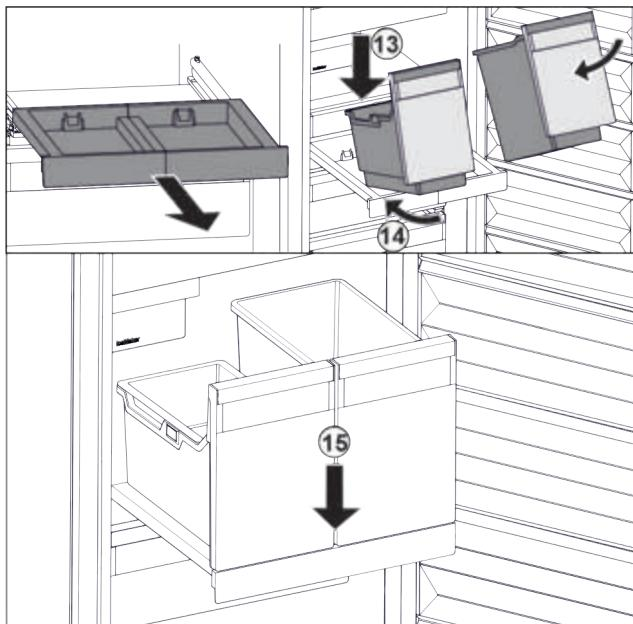

Fig. 90
- Встановити резервуар на витяжну панель навскоси. Fig. 90 (13)
- Насунути резервуар навскоси до заду. Fig. 90 (14)
- Резервуар опустити спереду. Fig. 90 (15)